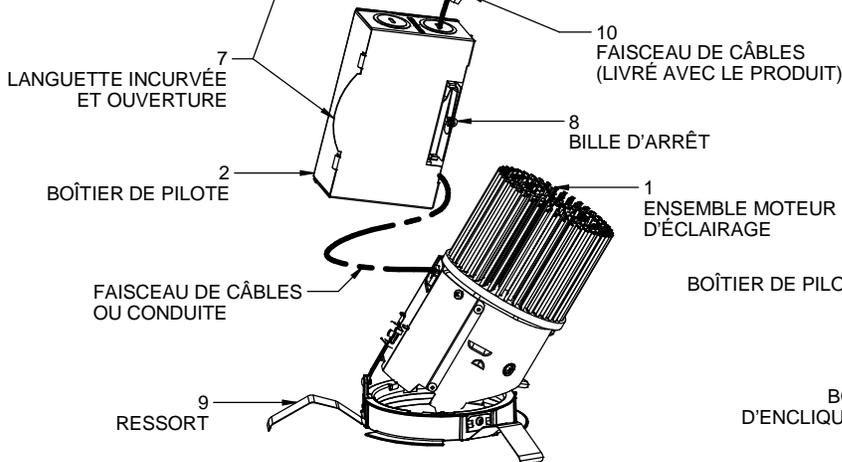

FIG 3.2
1. Tirer le faisceau de câbles (10) à travers le logement (3)/la découpe de plafond (4), puis ouvrir le couvercle (6) du boîtier de pilote. Appuyer sur le bouton d'encliquetage (5) et ouvrir le couvercle (6). **FIG 3.2** Retirer l'opercule défonçable (\varnothing 0,875) qui convient et poser le connecteur qui convient pour le câble d'alimentation utilisé. Raccorder les fils de terre aux conducteurs de mise à la terre verts. Raccorder le fil blanc (commun) au(x) conducteur(s) blanc(s). Raccorder l'alimentation électrique (phase) au(x) conducteur(s) noir(s) et assembler le serre-câble (10). Enclencher fermement avec le boîtier de pilote (2). Fermer le couvercle (6) du boîtier de pilote et l'enclencher fermement avec le boîtier de pilote (2). **AVERTISSEMENT : NE PAS pincer les fils entre le couvercle du Driver/J-Box et le J-Box. Consulter un électricien qualifié pour toute autre option nécessitant une configuration de câblage différente.**